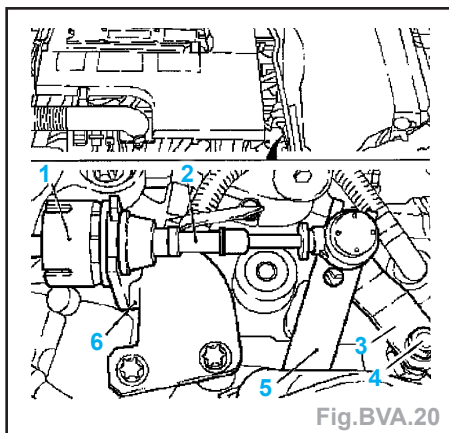
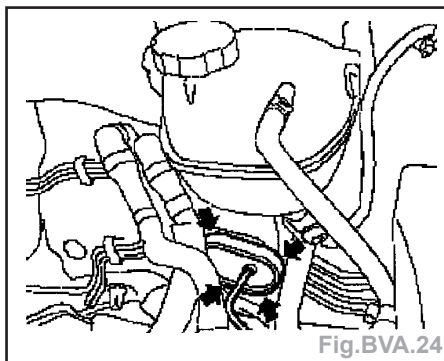

Fig.BVA.20
Fig.BVA.24
- Démontez le câble de la commande du levier de sélection (2) (Fig.BVA.20) :
- dégrafer le levier de commande avec **KM-6042 (5)**,
- dégrafer du contre-appui (6).
**Nota :** retrousser la douille (1) et extraire le câble du contre-appui.
- Remonter le levier de commande (3) (Fig.BVA.20).
- Remonter le câble de la commande du levier de sélection (2).
**Important** : ouvrir la pièce de serrage uniquement jusqu'à l'encoche (3), en cas d'ouverture plus importante, la pièce de serrage peut se trouver endommagée.
- Démontez le câble de la commande (2) du levier de sélection (3) (Fig.BVA.20) :
- dégrafer du levier de commande avec **KM-6042 (5)**,
**Nota** : retrousser la douille (1) et extraire le câble du contre-appui.
- Dégrafer le passe-câble du tablier (**flèches**) (Fig.BVA.24).
- Reposer le câble (2) sur le levier de sélection (3) (Fig.BVA.20).